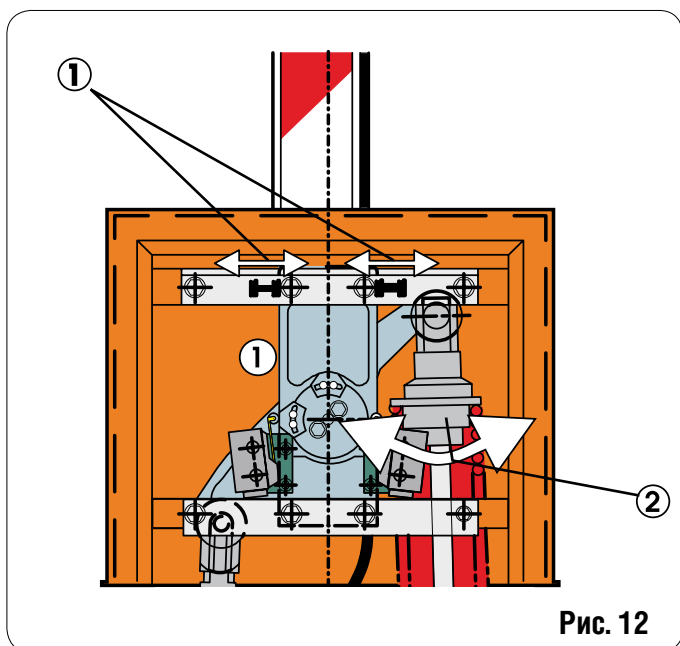

Рис. 12
- Отрегулируйте вертикальное и горизонтальное положение стрелы с помощью механических упоров (Рис. 12 поз. 1). Выполните балансировку стрелы как описано в параграфе 4.4
- Поставьте стрелу на 45°, если она произвольно движется вниз, крутите гайку пружины (рис. 12 поз. 2) по часовой, если стрела произвольно движется вверх, крутите гайку против часовой стрелки